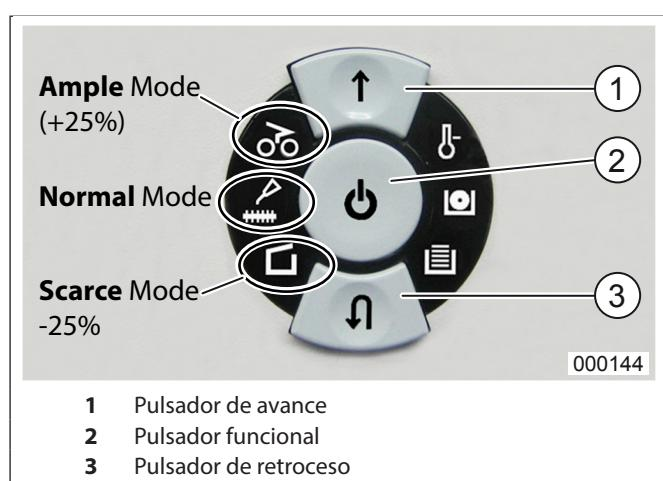

Fig. 5 Modificación del caudal de aceite
3. Mantenga accionados a la vez el pulsador de avance (Fig. 5/1) y el de retroceso (Fig. 5/3).
4. Pulse y vuelve a soltar también el pulsador de función (Fig. 5/2).
6. Accione **dos veces** el pulsador de avance (Fig. 5/1).
7. Accione repetidamente el pulsador de función (Fig. 5/2) hasta que se ilumine el nivel del caudal de aceite deseado (Fig. 5).
Si desea continuar con el triturado, vuelva a encender la máquina: Accione brevemente el pulsador funcional (Fig. 5/2).